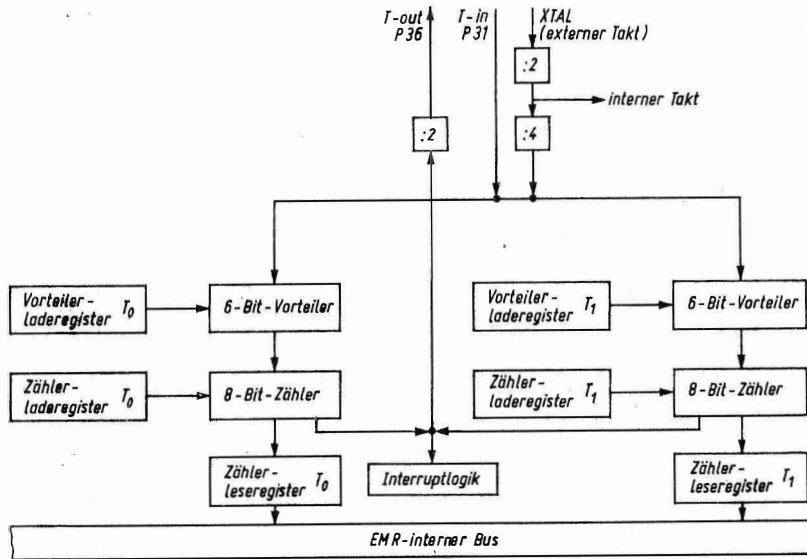

Bild 4.9. Interner Aufbau der Zähler-/Zeitgeberkanäle des U881/U882
**Zähler-/Zeitgeber** - Der CTC-Funktionsblock (CTC counter timer circuit) dient, je nach Initialprogrammierung, als Zähler oder als Zeitgeber, das heißt zum Zählen von externen Ereignissen über den Triggereingang oder zum Zählen des internen Systemtaktes. Er ist aus zwei adäquaten Kanälen aufgebaut, die jeweils aus einem 6-Bit-Vorteilerregister und aus einem 8-Bit-Zählregister bestehen. Die Betriebsart Zeitgeber dient insbesondere zum Aufbau einer EMR-internen Zeitbasis. Sie ist unabdingbare Voraussetzung für den Einsatz des Einchipmikrorechners in Echtzeitsystemen (Bild 4.9.).